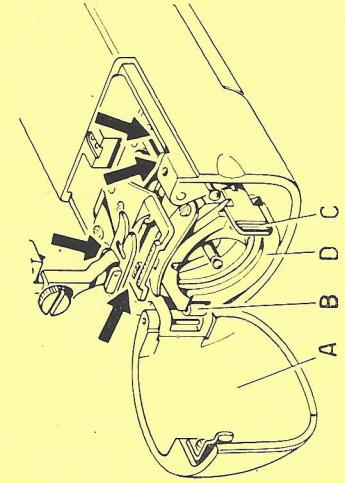

Fig. 29
- colocar la aguja en su posición más alta y abrir la portezuela (fig. 29),
- Abrir la portezuela de inspección «A» (fig. 29),